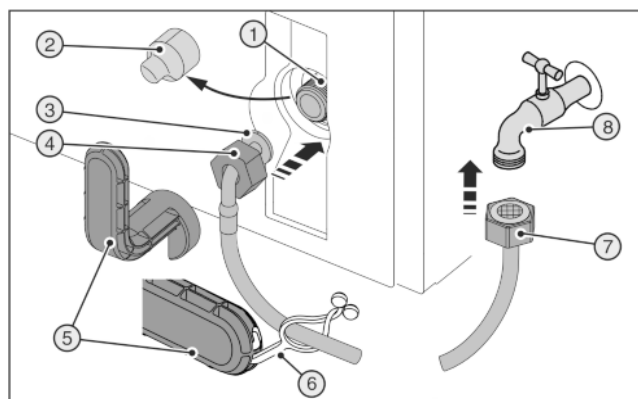
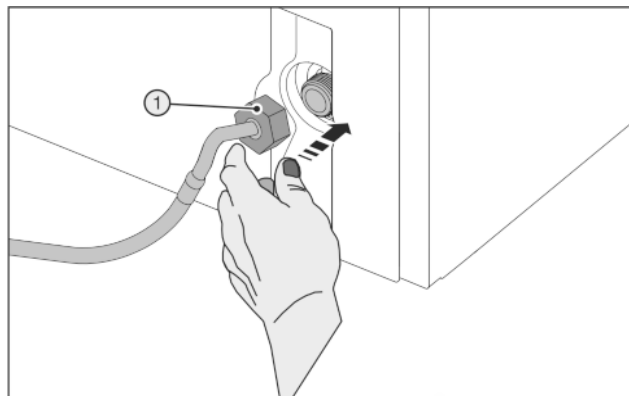

Fig. 28
Fig. 29
Rozbite urządzenie pomocnicze Fig. 28 (5)!
- Narzędzie pomocnicze Fig. 28 (5) stosować wyłącznie w temperaturze pokojowej.
- Zdjąć osłonę Fig. 28 (2).
- Ułatwiony montaż: Prostą końcówkę węża Fig. 28 (7) ułożyć na podłodze, po lewej stronie.
- Nasunąć nakrętkę Fig. 28 (4) na zagiętą końcówkę węża Fig. 28 (3) do końca i przytrzymać.
- Ostrożnie umieścić nakrętkę Fig. 29 (1) i przykręcić prosto dwoma palcami na gwincie, aż do uzyskania pewnego mocowania.
- Nakrętkę Fig. 29 (1) dokręcić przy użyciu narzędzia pomocniczego Fig. 28 (5) w kierunku zgodnym z ruchem wskazówek zegara do momentu osiągnięcia maksymalnego momentu obrotowego i przekręcenia narzędzia pomocniczego Fig. 28 (5).
- Przykręcić nakrętkę Fig. 28 (7) do zaworu odcinającego Fig. 28 (8).
- Nakrętkę Fig. 28 (7) dokręcić przy użyciu narzędzia pomocniczego Fig. 28 (5) w kierunku zgodnym z ruchem wskazówek zegara do momentu osiągnięcia maksymalnego momentu obrotowego i przekręcenia narzędzia pomocniczego Fig. 28 (5).
- Otworzyć zawór odcinający Fig. 28 (8) zasilania wodą i sprawdzić szczelność całego systemu wodnego.
- Nakładkę Fig. 28 (6) zacześcić w narzędziu pomocniczym Fig. 28 (5) i przymocować do węża z pancerzem ze stali nierdzewnej w celu przechowania.